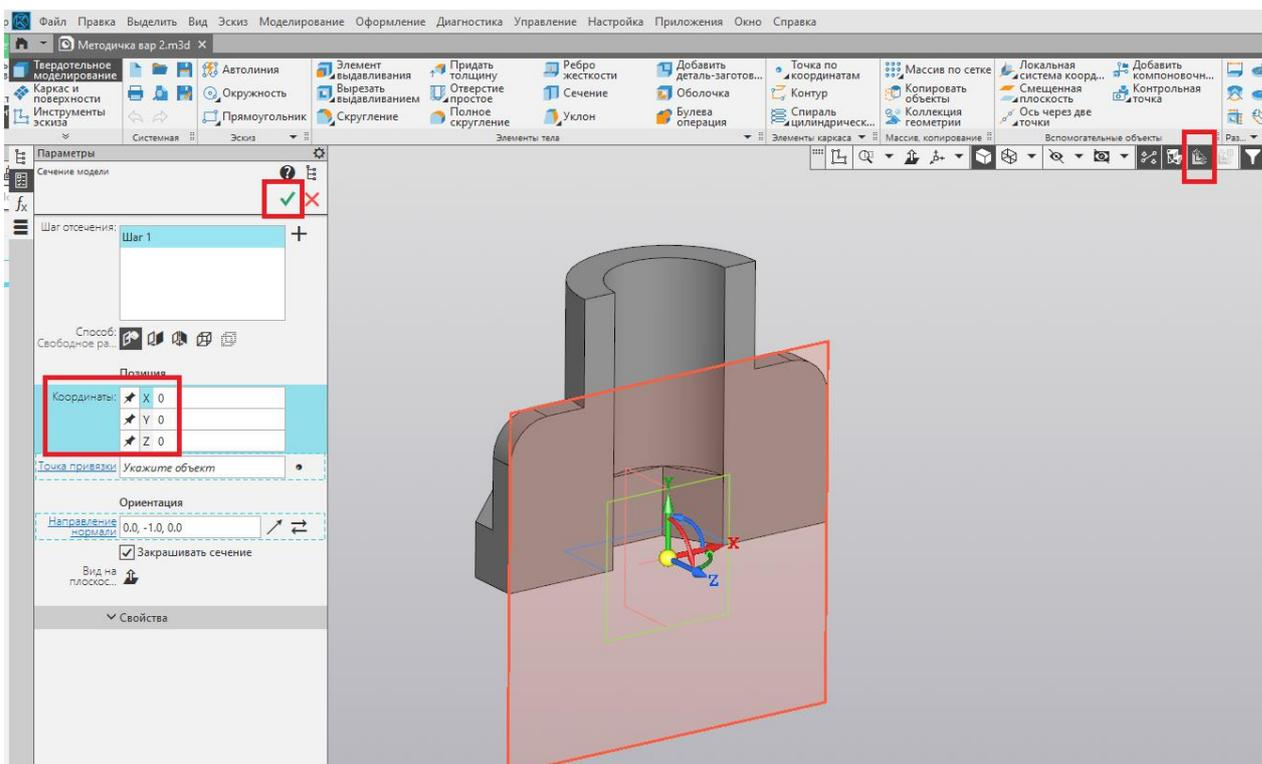

Рис. 96
24. Для того, чтобы увидеть внутреннее строение детали используем пиктограмму «Отобразить сечение модели» (рис. 96).